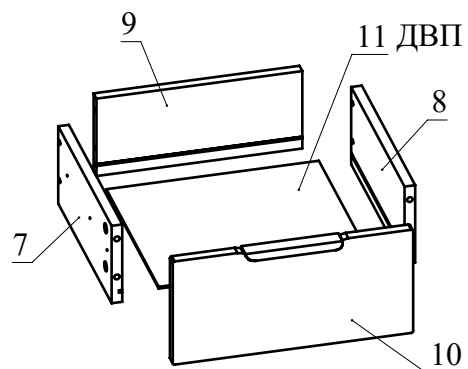

Рис. 9
- Соберите ящик. Для этого соедините детали 7 и 8 с деталью 9 при помощи конфирматов. Вставьте дно ящика 11 из ДВП в пазы деталей 7, 8, 9. Соедините фасад 10 с полученной конструкцией и затяните головки минификсов (Рис. 9).